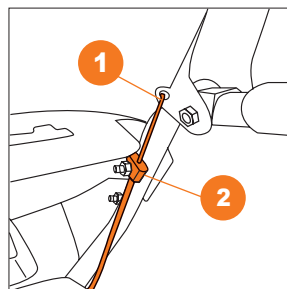

Рис. 11
- Зацепите правый тросик привода на шнеки **1** к правой ручке на панели оператора (Рис. 11).
- Закрепите фиксатор рубашки троса **2** к верхнему болту крепления панели оператора (Рис. 11).